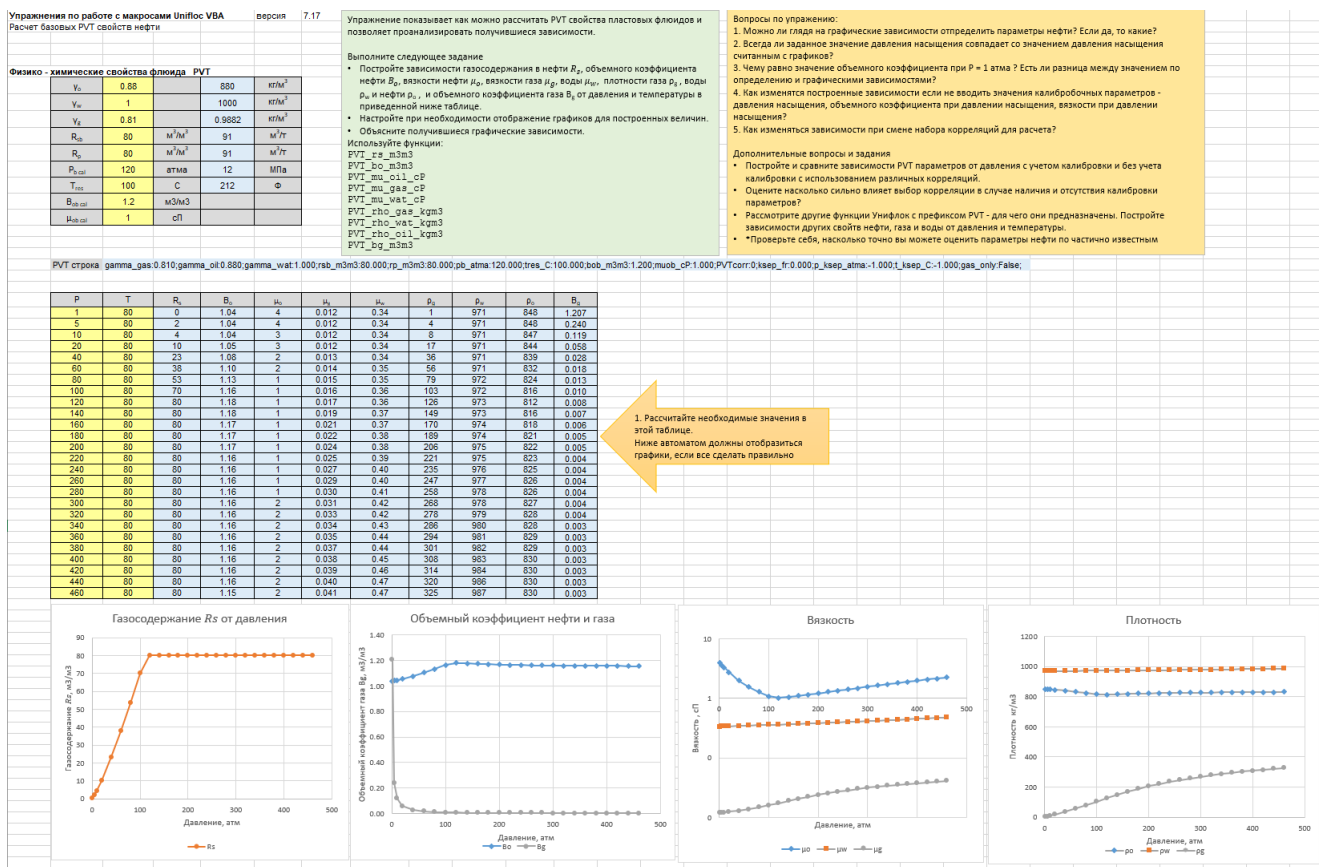

Рис. 1.6 — Упражнение ex010.PVT.xlsx со всеми заполненными полями.
1. Откройте файл с упражнением 10.PVT.xlsx (смотри рис. 1.6).